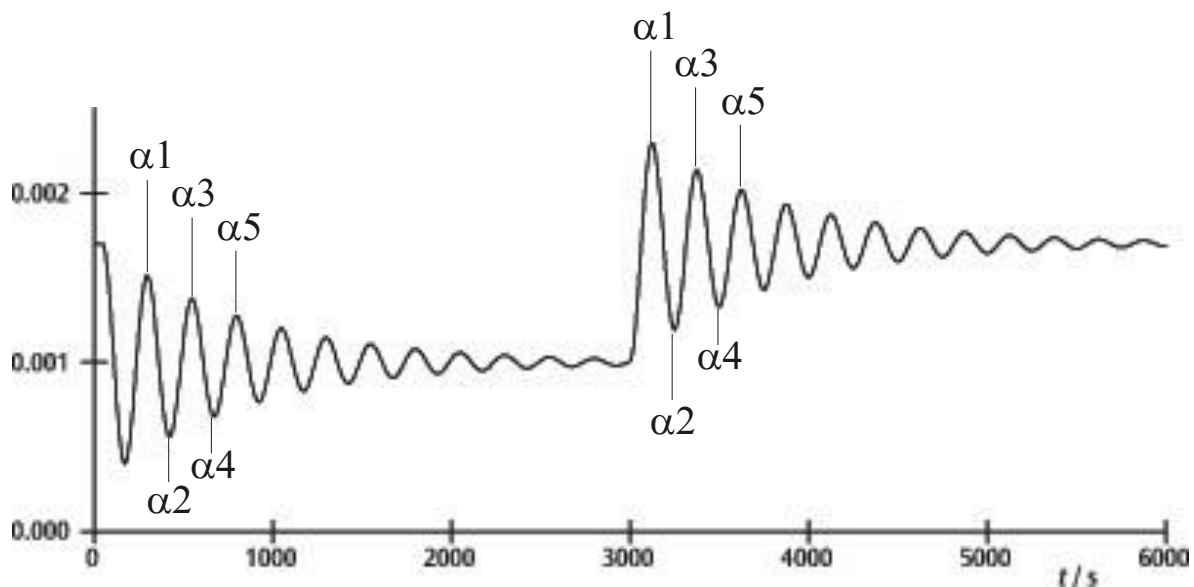

Fig. 7 Determinação das posições de equilíbrio
- Para isto, ir com o cursor sobre a máxima e mínima da curva e ler os valores no campo „Data“(Dados) da barra de informações (ver Fig. 7).